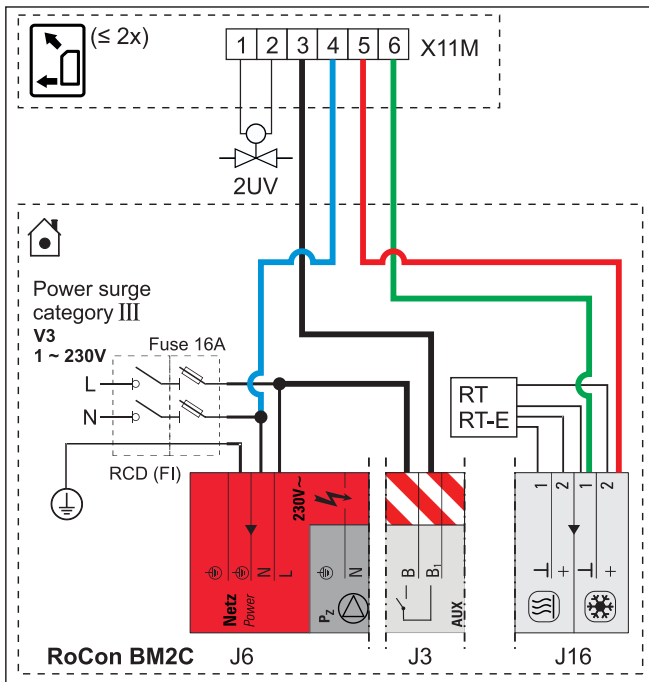

Fig. 54-41 Collegamento del convettore HP (max. 2) alla Daikin Altherma EHS(X/H)
- Collegamento elettrico del convettore HP con i seguenti accessori secondo quanto indicato in Fig. 54-41 al modulo base come contatto di commutazione (riscaldamento/raffreddamento).